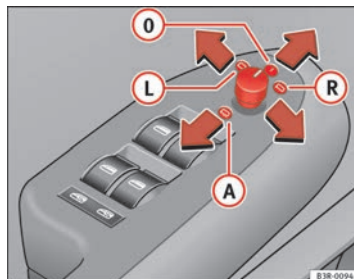

Fig. 105 Particolare del bracciolo pomello di regolazione
- Girare la manopola nella posizione ⇒ pag. 138, fig. 105 **L** (specchio sul lato del conducente) o nella posizione **R** (specchio sul lato del passeggero).
All'inserimento della retromarcia la superficie dello specchio si inclina leggermente verso il basso, a condizione che la manopola sia in posizione **R**, cioè nella posizione per la regolazione dello specchio sul lato del passeggero ⇒ pag. 138, fig. 105. In questo modo durante la manovra di parcheggio si può vedere il bordo del marciapiede.